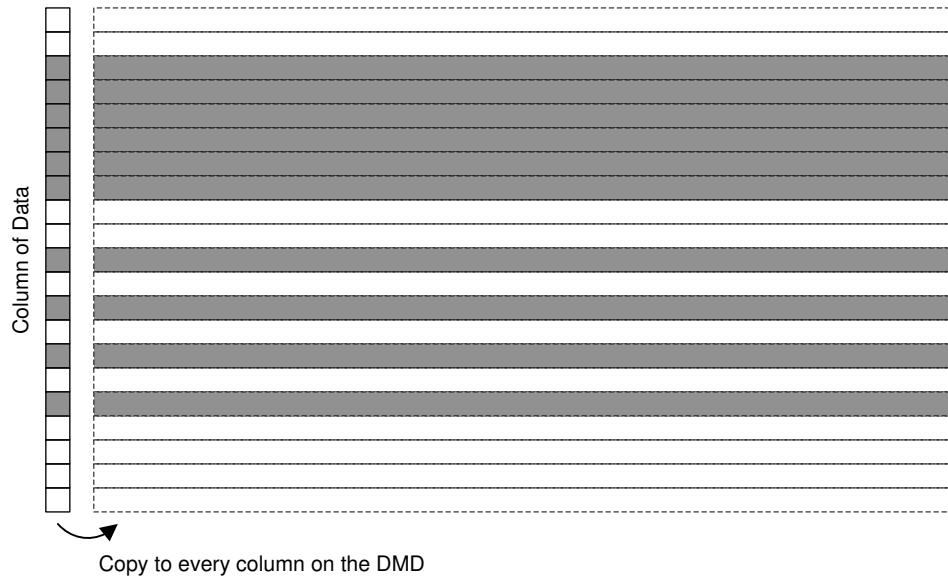
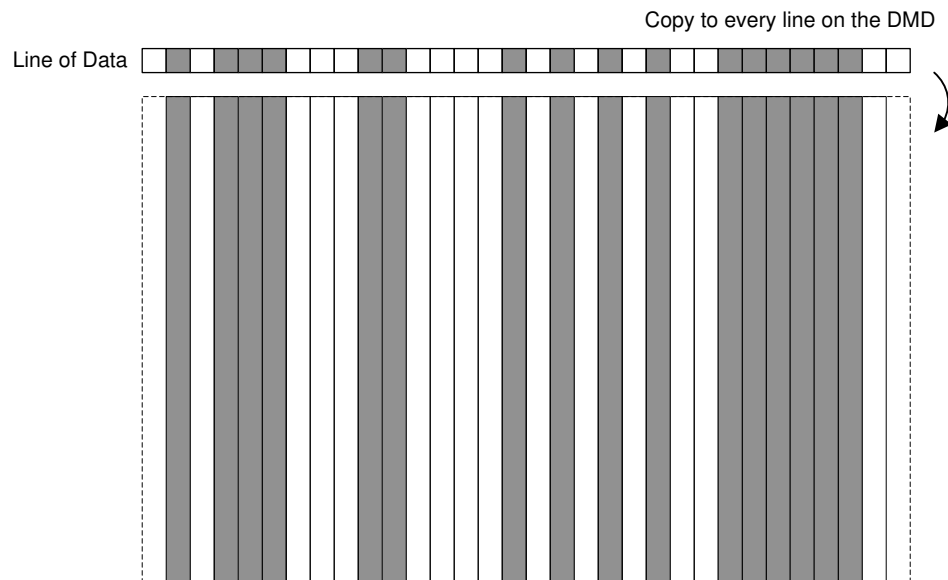

图 6-12. 列复制
图 6-13. 行复制
- 内部图案模式仅支持 1D 图案；也就是说，图案数据在 DMD (图 6-12、图 6-13) 的整个行或列中是相同的。